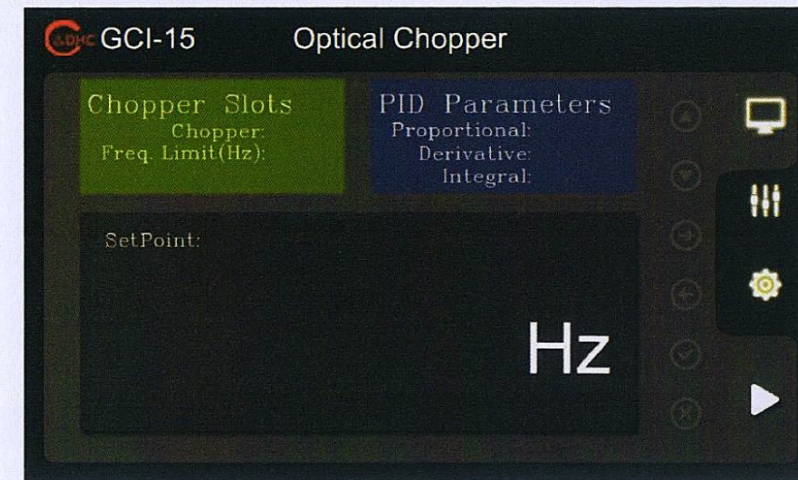

图 3.4 工作界面
- 4) 系统正确开机后直接进入工作界面，屏幕显示如下图 3.4 所示：